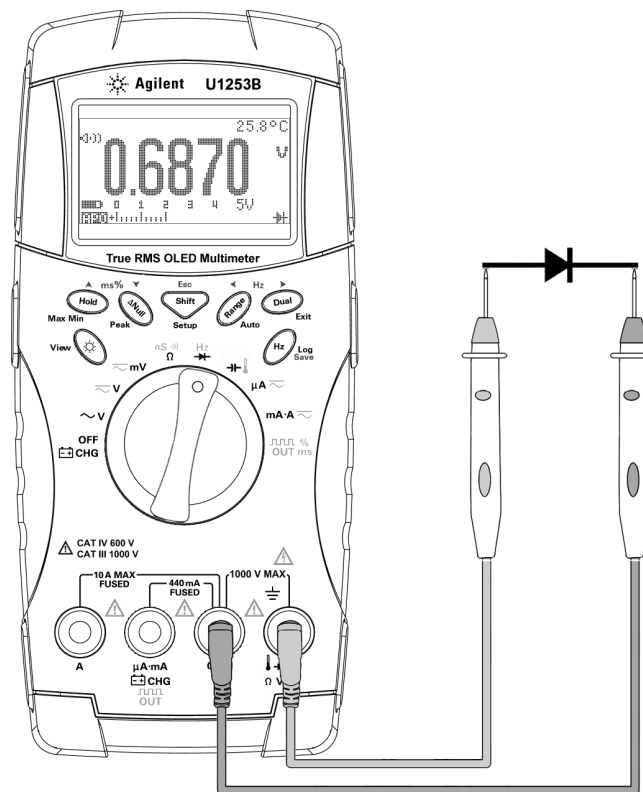

Figura 2-12 Medir a polarização direta de um diodo
- 3 Conecte o fio de teste vermelho no terminal positivo (ânodo) do diodo e o fio de teste preto no terminal negativo (cátodo). Consulte a Figura 2-12 na página 48.